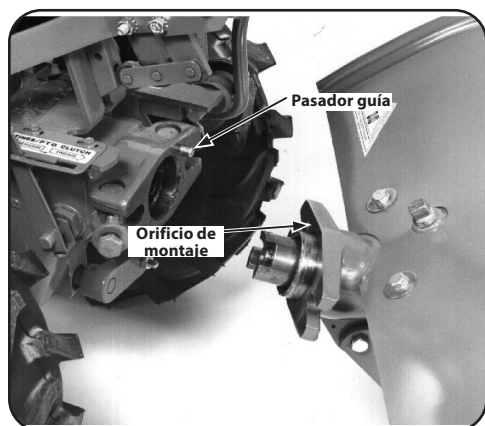

Figura 4-24
- El pasador guía de la unidad eléctrica se deslizará fuera del orificio guía en el accesorio de dientes. Consulte la Figura 4-24.
- Alinee cuidadosamente el pasador guía de la unidad eléctrica de PTO con el orificio de alineación del accesorio de dientes y junte las dos unidades. Consulte la Figura 4-24.